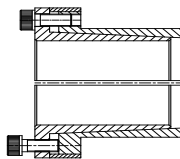

Fig. 29
2. Remova os parafusos adjacentes às roscas de extração e introduza-os nestas roscas de forma que pressionem o anel externo (Fig. 29). Com esta operação o anel poderá ser retirado.